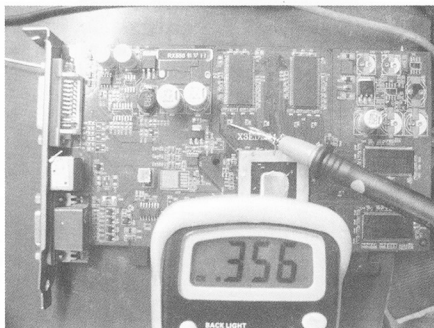

图 5-92 一端值 356
(9) 有一个不正常, 接着打电阻的靠近 GPU 一端, 左边值为 356, 如图 5-92 所示。